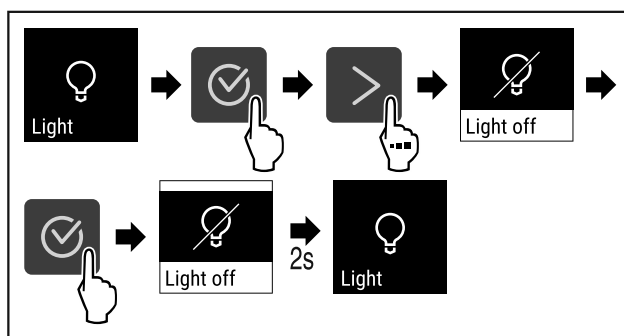

Fig. 68
- Eseguire i passi (vedere Fig. 68) .